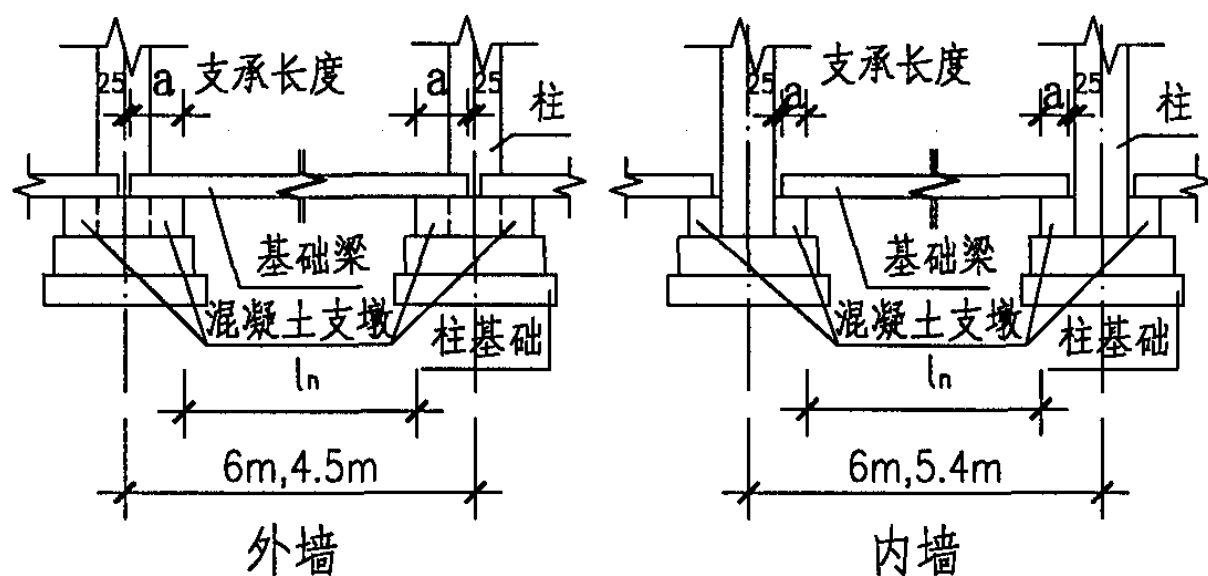

图5.2 基础梁的长度、净跨度及支撑长度
5.2 基础梁的长度、净跨度、计算跨度及支承长度见表5.2及图5.2。